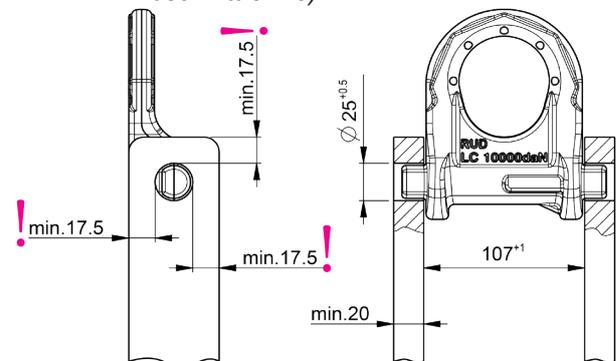

Abb. 6: Mindestquerschnitte für den Einbau (Bohrung)
- Beachten Sie die Mindestquerschnitte der Anschlussbleche (vgl. Abb. 6).